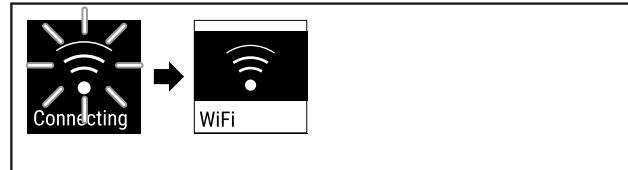

Fig. 75
- З'єднання створюється (див. Fig. 75).